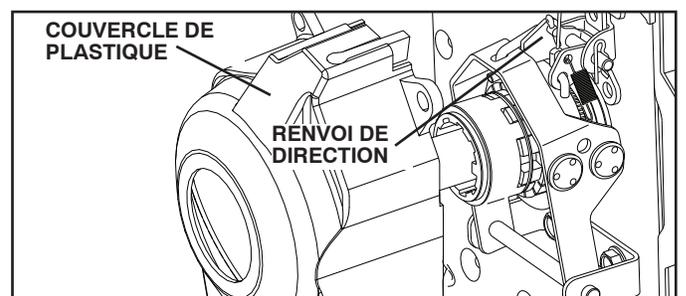

FIG. 30
3. Déposer le couvercle de plastique de la direction assistée. (Voir fig. 30)